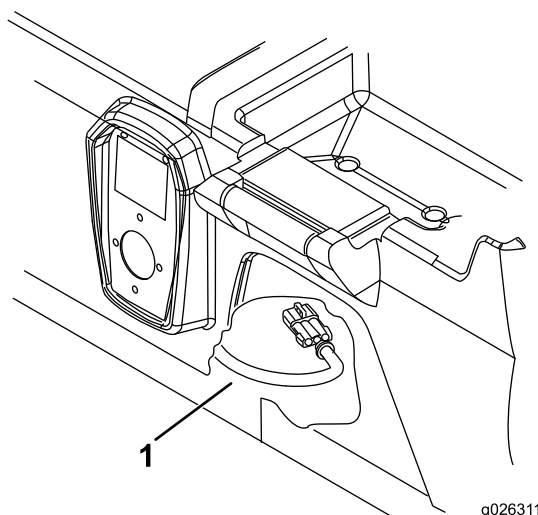

Figura 3
1. Scollegate il connettore del cablaggio preassemblato del caricabatterie da sotto la base del sedile (Figura 3).